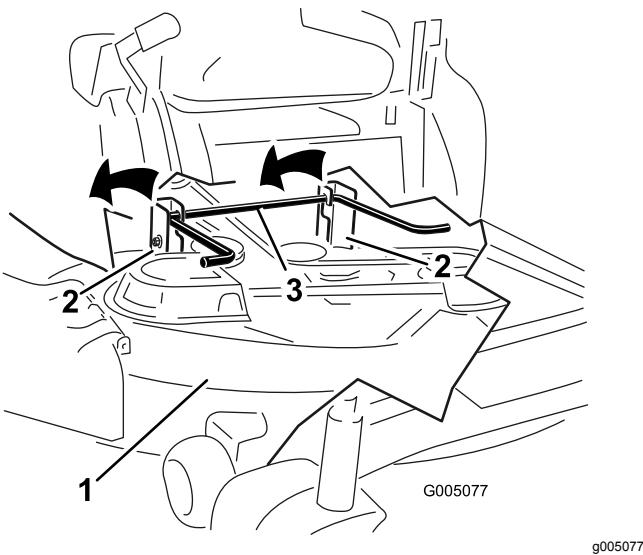

Figura 74
- 7. Eleve la carcasa de corte y desenganche la varilla de elevación trasera de las pletinas de suspensión, y baje el cortacésped con cuidado al suelo (Figura 74).